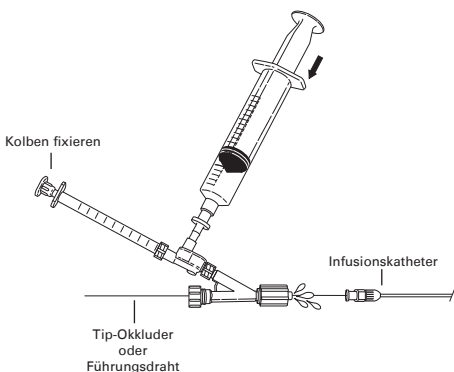

Abb. 5
7. Um das Doppelrückschlagventil und den Tuohy-Borst-Adapter am Infusionskatheter zu befestigen, das Tuohy-Borst-Ventil lösen und die Einheit über den Tip-Okkluder schieben. Den Kolben der 1-ml-Spritze fixieren und die 20-ml-Spritze herunterdrücken, damit die Einheit vollständig entlüftet wird, und erst dann die Einheit am Katheter befestigen. Einen Meniskus der Lösung am Luer-Anschluss des Tuohy-Borst-Adapters lassen und dann den Infusionskatheter anschließen. (Abb. 5)